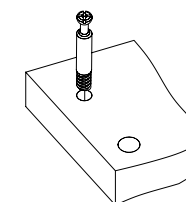

Рис.2
3. Вкрутите шпильки минификсов в детали 1, 2 (Рис. 2).